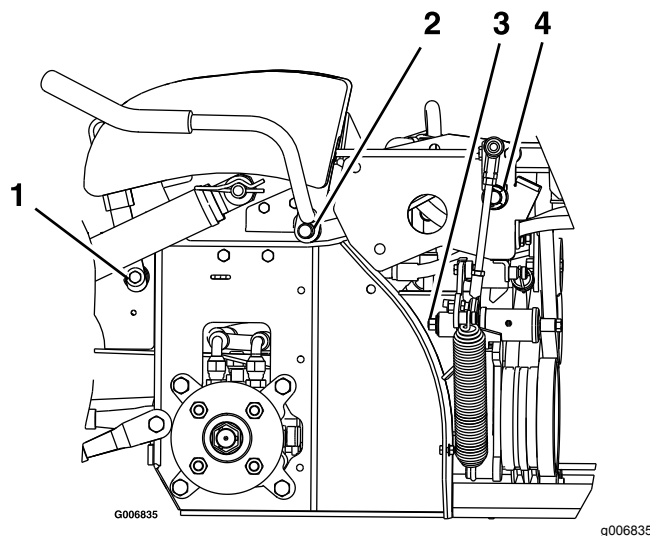

Figura 33
2. Lubrificate le boccole in bronzo sul perno di articolazione della maniglia del freno con un lubrificante spray o con olio leggero (Figura 33).